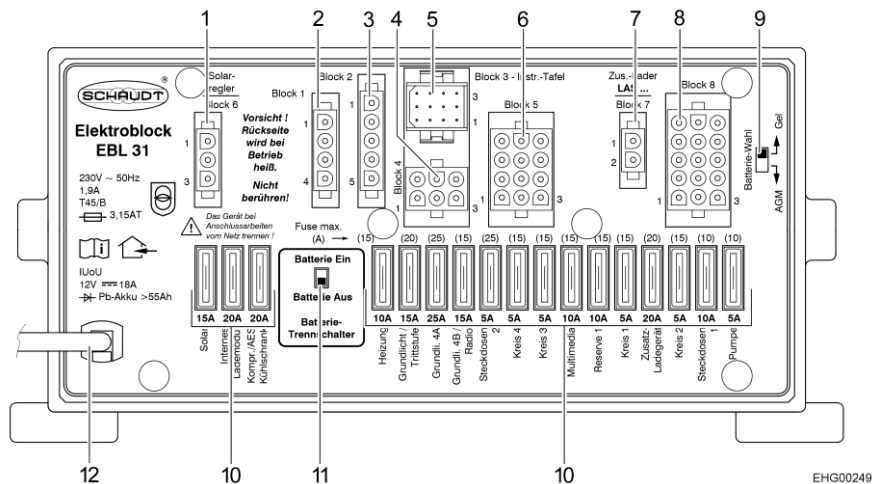

Bild 95 Elektroblock (EBL 31)
- ▷ Um **alle** elektrischen 12-V-Verbraucher von der Spannungsversorgung zu trennen und eine Entladung der Wohnraumbatterie zu vermeiden, Batterie-Trennschalter (Bild 95,11) am Elektroblok auf "Batterie Aus" stellen.
- ▷ Verbraucher wie der Elektroblock selbst, das Panel, die Heizung, der Solar-Laderegler (wenn vorhanden) und andere Geräte verbrauchen einen geringen Standby-Strom und entladen so mit der Zeit die Wohnraumbatterie. Deshalb den Batterie-Trennschalter (Bild 95,11) am Elektroblock auf "Batterie Aus" stellen, wenn das Fahrzeug längere Zeit nicht benutzt wird.